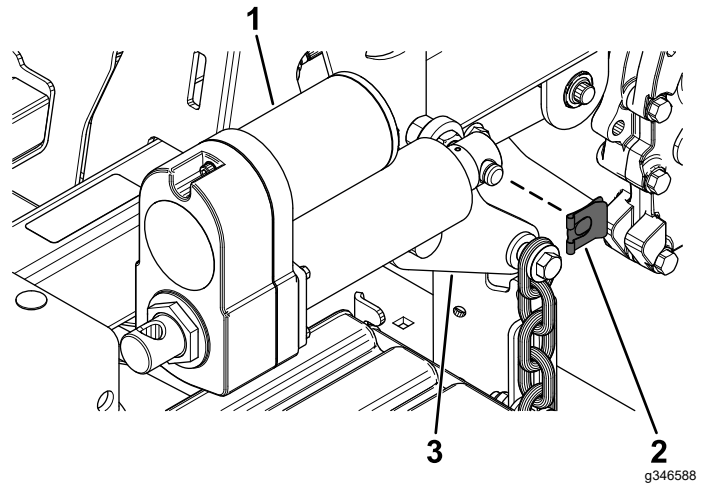

図 24
1. ピンクリップを使って、アクチュエータを後部デッキ昇降アームに取り付ける 図 24。